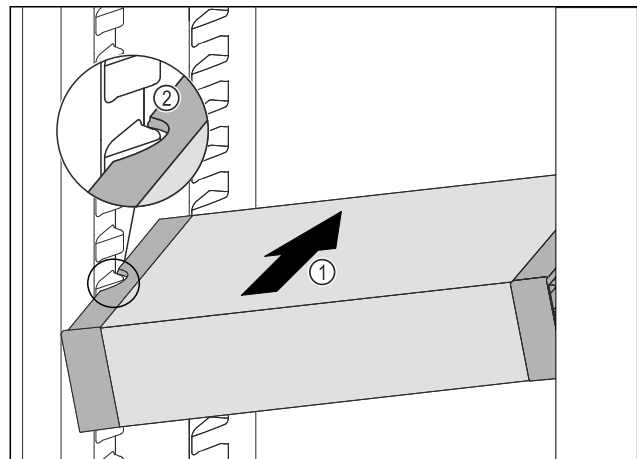

Fig. 102
- ▶ VarioSafe schräg in das Kühlteil einschieben Fig. 102 (1), bis sich die seitlichen Aussparungen Fig. 102 (2) des VarioSafes auf Höhe der Behälterrippe im Kühlteil befinden.